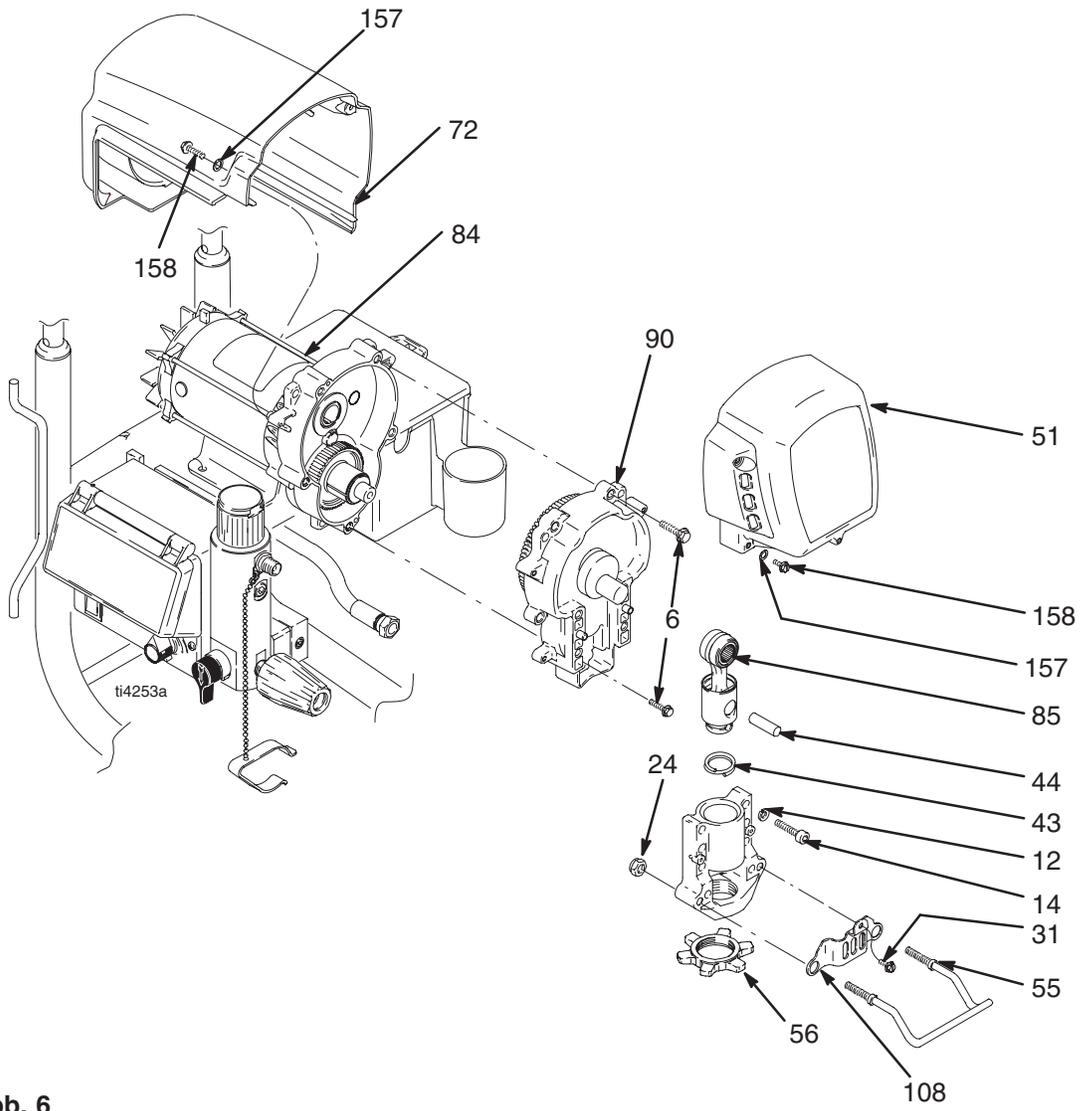

Abb. 6
2. Schraube (31), zwei Muttern (24), Eimergehänge (55) und Kolbenstangenabdeckung (108) entfernen.
3. Die Pumpe (91) ausbauen; siehe **Austausch der Unterpumpe**, Seite 20.
4. Abb. 6. Zwei Schrauben (158) und das Abdeckblech (72) entfernen.
5. Vier Schrauben (158) und die vordere Abdeckung (51) entfernen.
6. Vier Schrauben (14) und Unterlegscheiben (12) entfernen, um Lagergehäuse (83) und Verbindungsstange (85) auszubauen.
7. Fünf Schrauben (6) entfernen und das Getriebegehäuse (90) vom Motor (84) ziehen.
1. Abb. 6. Das Getriebegehäuse (90) auf den Motor (84) schieben und mit fünf Schrauben (6) anbringen. Mit 21 – 23 Nm festziehen.
2. Das Lagergehäuse (83) mit vier Schrauben (14) und Unterlegscheiben (12) anbringen. Mit 34 – 40 Nm festziehen.
3. Die vordere Abdeckung (51) mit vier Schrauben (31) anbringen.
4. Das Abdeckblech (72) mit zwei Schrauben (31) anbringen.
5. Die Pumpe (41) einbauen; siehe **Austausch der Unterpumpe**, Seite 20.
6. Kolbenstangenabdeckung (108) und Eimergehänge (55) mit Schraube (31) und zwei Muttern (24) anbringen.